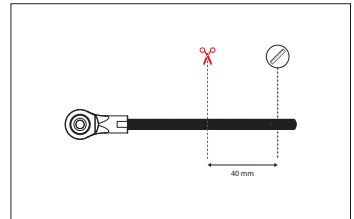

Abb. 10: Gewindestange kürzen
2. Kürzen Sie die Gewindestange der Koppelstange. Die Länge der Gewindestange muss 40 mm geringer sein als der in Punkt 1 gemessene Abstand (Abb. 10).